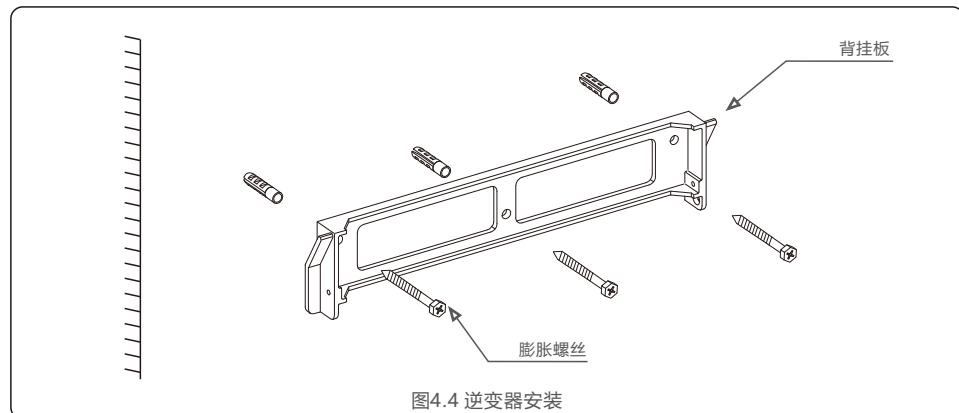
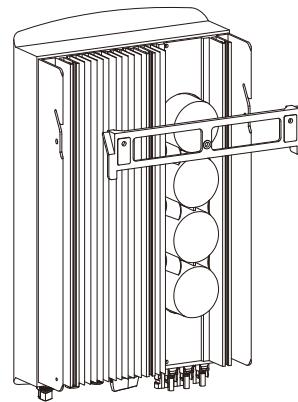

图4.4 逆变器安装
图4.5
参考图4.4以及图4.5来安装逆变器。逆变器必须垂直安装。安装步骤如下：
2. 确保支架是水平的，安装孔（如图4.4和图4.5）是正确标记的。通过标记处钻入墙。
4. 将逆变器抬起，使得逆变器背部安装支架中的开孔，对准背挂板上部的凸起，然后缓慢将逆变器固定到安装板上，直到逆变器牢固安装后，操作人员才可松开设备（如图4.5）。